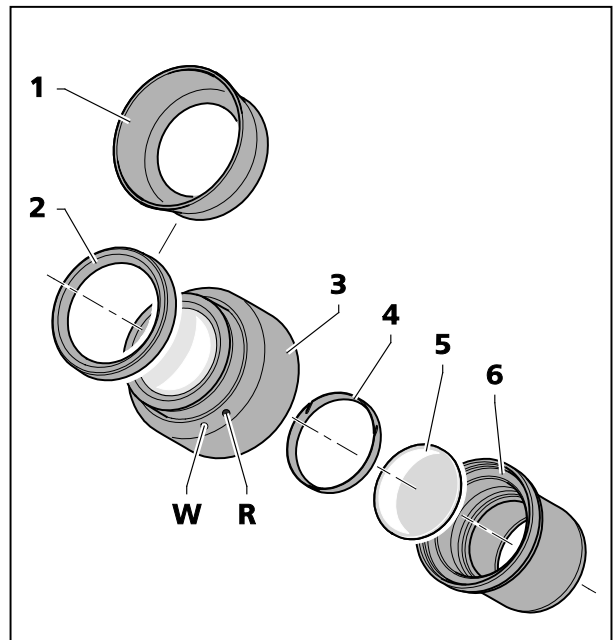

Fig. 16 Insertar la placa ocular
Los oculares están provistos de anillos de goma para la protección de gafas a fin de evitar rasguños en los cristales de gafas. Se pueden sustituir a discreción por conchas oculares volvibles (Fig. 16/1).
- Quitar para ello los anillos para la protección de gafas (Fig. 16/2) de los oculares y poner las conchas oculares (Fig. 16/1).
- Desenroscar el elemento de diafragma (Fig. 16/6) del ocular (Fig. 16/3).
- Retirar el anillo de seguridad (Fig. 16/4).
- Insertar la placa ocular (Fig. 16/5).
El ligero desplazamiento de la imagen causado por el camino de vidrio adicional se tiene en consideración en la escala de dioptrías de tal forma que la posición cero no es indicada por el punto blanco (Fig. 16/W) sino por el punto rojo (Fig. 16/R).